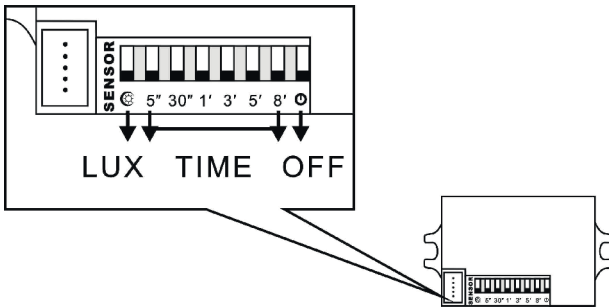

Рис.4
- Установите DIP-переключатель «TIME», «5" в позицию «ON» (вверх) (рис. 4).